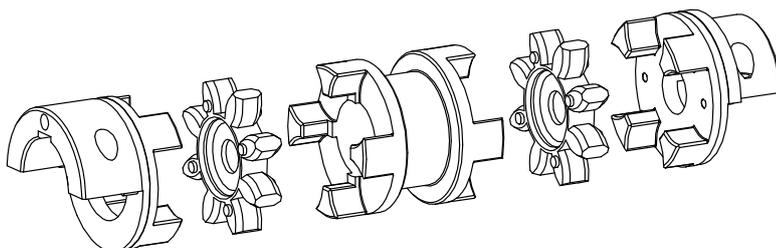

Рис. 15: Монтаж основных частей зажимных ступиц, зубчатых венцов и DKM-H-вставки
- Соедините основные части зажимных ступиц с зубчатыми венцами и с DKM-H-вставкой (см. рис. 15).